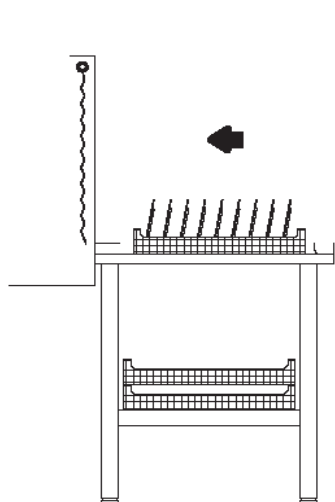

рис. 23
- После того, как вода в машине нагрелась до нужной температуры, нажмите START (10) (или P9 для электронной модели).
- Выберите подходящую для посуды корзину для мойки и заполните её, как описано далее: (см. рис.23):
рис. 23а